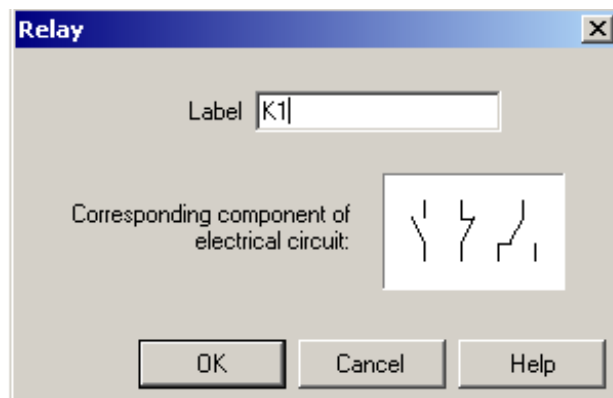

Рисунок 42 – Установка маркера для реле K1
1.3. Установка маркеров. Маркеры устанавливаются для того, чтобы программа FluidSIM® знала, какие компоненты связаны вместе. Чтобы это сделать, щелкните правой клавишей мыши на условном обозначении компонента K1. Откроется контекстное меню, где вы выберете пункт меню «Properties». Введите маркер K1 в диалоговое окно (рис.42). Обе части реле должны иметь один и тот же маркер, в этом случае K1. Аналогично для K2, IND, OPT.